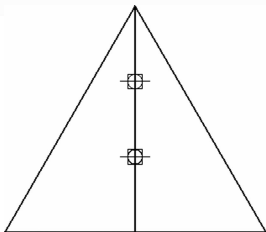

图 2-57 三等分垂线
- (5)用“定数等分”命令将辅助垂线三等分,如图 2-57 所示。